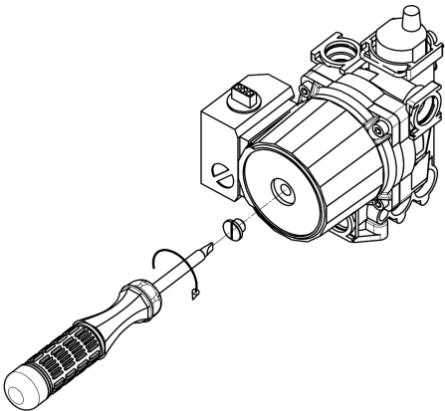

Рис. 10. Проверка циркуляционного насоса
- 9) не блокирован ли насос. Для этого при помощи отвёртки открутите заглушку насоса и проверните его вал несколько раз туда и обратно (см. Рис. 10). Затем плотно закрутите заглушку. При выполнении данной операции возможны протечки воды из насоса, после установки заглушки необходимо удалить остатки воды с компонентов котла (протереть);